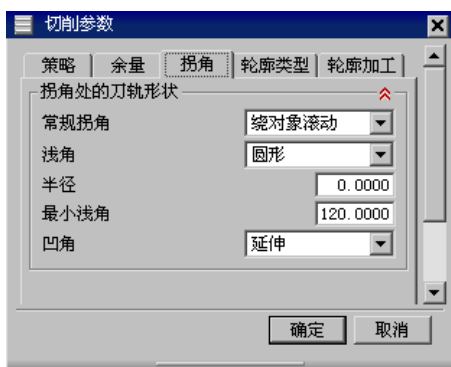

图 9.18 “拐角”选项卡
Step2. 选择 **拐角** 选项卡，设置图 9.18 所示的参数；单击 **确定** 按钮，完成切削参数的设置。